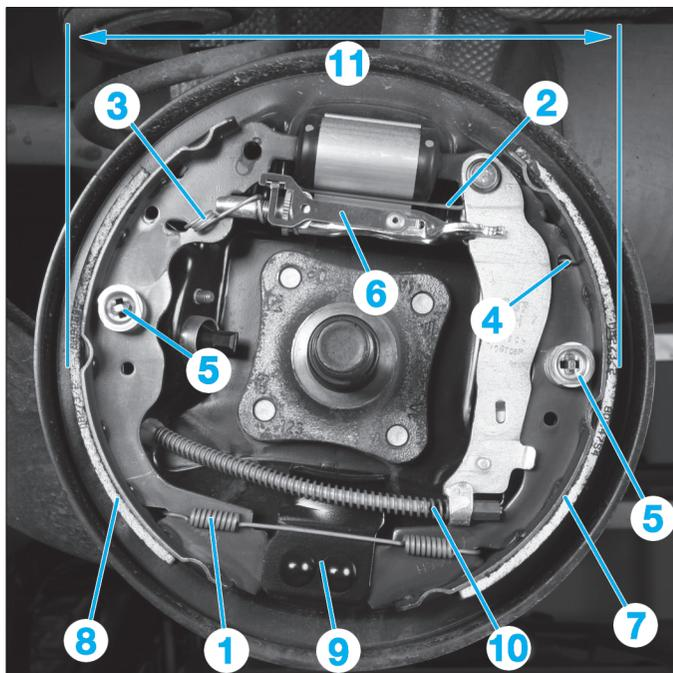

Fig. 18
- le ressort inférieur (1) puis le ressort supérieur (2) à l'aide d'une pince pour segment de frein (Fig.18),
- le ressort (3) du système de rattrapage de jeu incrémenté,
- le ressort (4) de fixation de la biellette sur segment secondaire,
- les ressorts de maintien latéraux (5) en maintenant la tige de liaison en contact avec le plateau de frein,
- la biellette (6).
- Retirer alternativement chaque pied de segment (7) et (8) du point fixe (9).
- Dégrafer le câble (10) de frein de parking de la garniture.
- Déposer les garnitures (7) et (8).